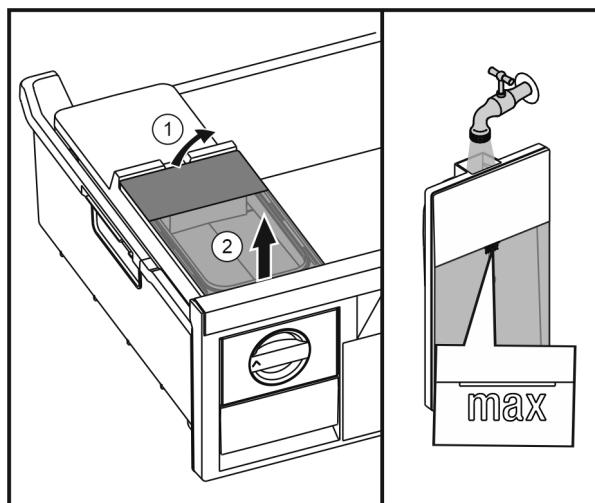

Fig. 30
- Поднять бак для воды сзади Fig. 30 (1) и извлечь движением верх Fig. 30 (2).